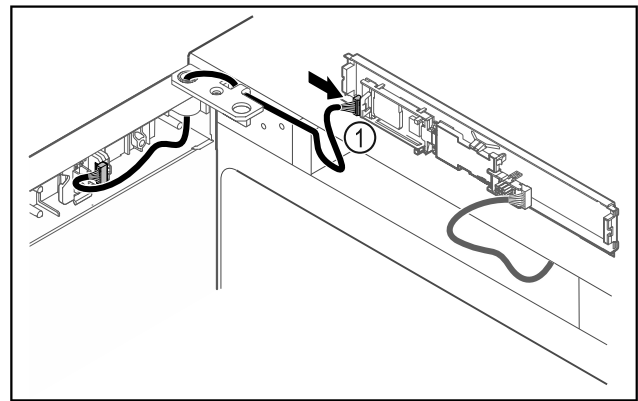

Fig. 48
- ▶ Zapojte zástrčku Fig. 48 (1) na doske plošných spojov.